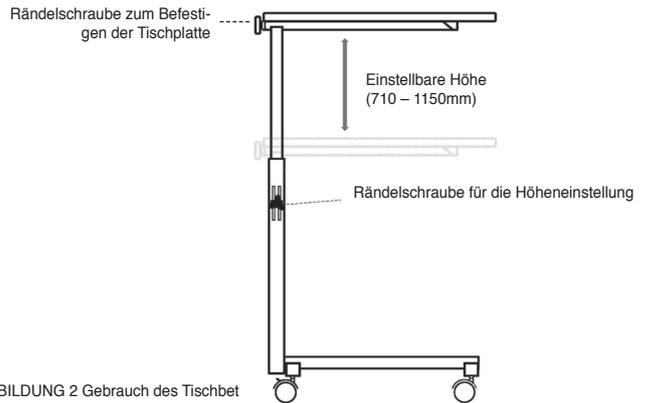

ABBILDUNG 2 Gebrauch des Tischbet
**4 Gebrauch des Bettischs (ⓘ Siehe ABBILDUNG 2)**